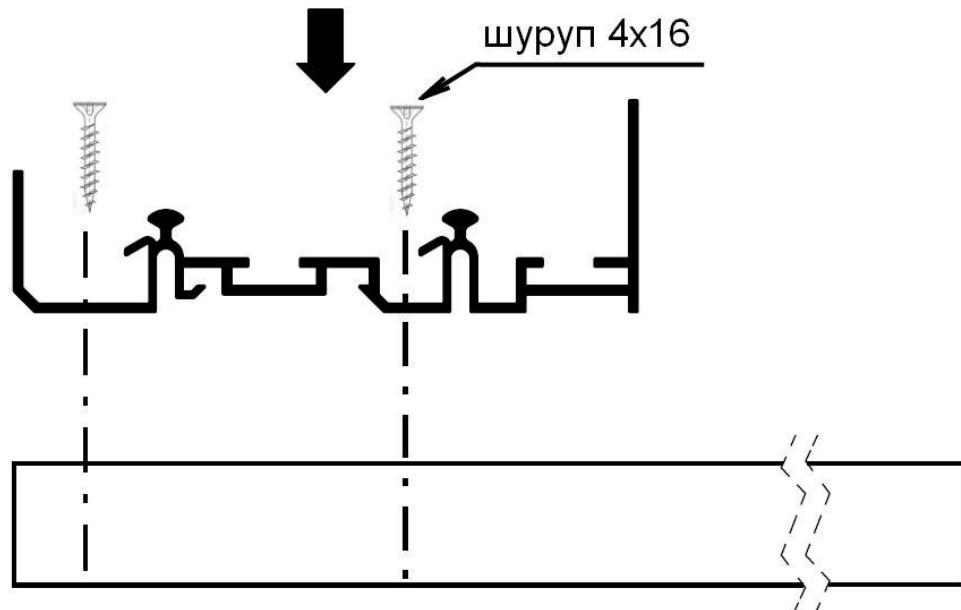

Рис. 6
8. На стенку горизонтальную верхнюю (7) шурупами 4x16 установить верхнюю направляющую (рис.6).